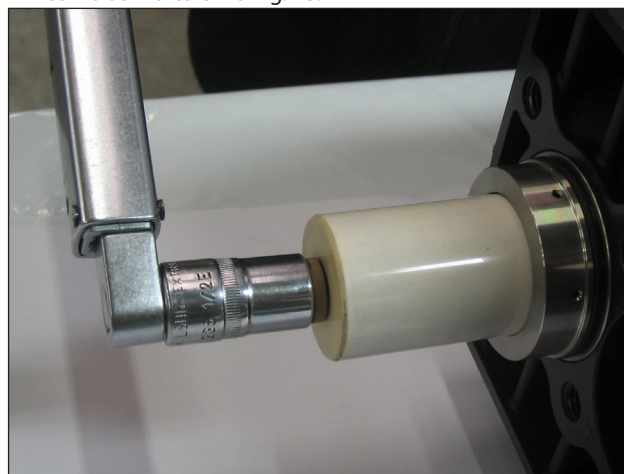

Fig. 23
A) Desatornillar los tornillos M7x1 de fijación del pistón tal y como se indica en la Fig. 23.